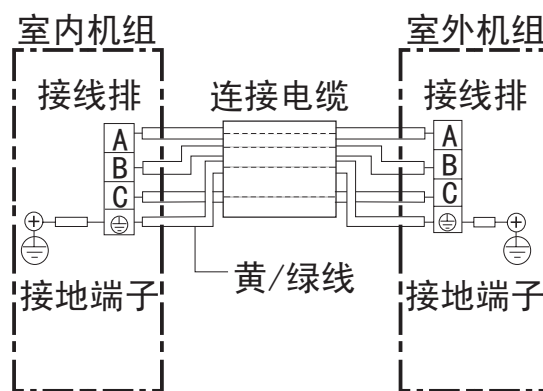

图13
(1) 用附件 ⑧ 连接电缆按接线图13要求正确地连接室内外机组，绝对不可连接错误。
(2) 连接电缆必须用室内外机组上的电线压板压紧。
- 接地线必须根据图13所示用连接电缆中黄/绿色导线接至带有 “⊕” 标记的接线端子上。